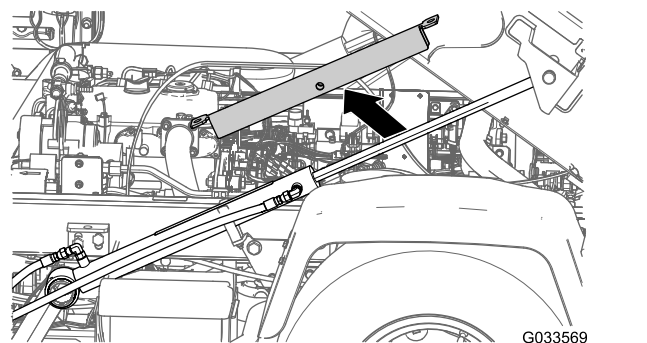
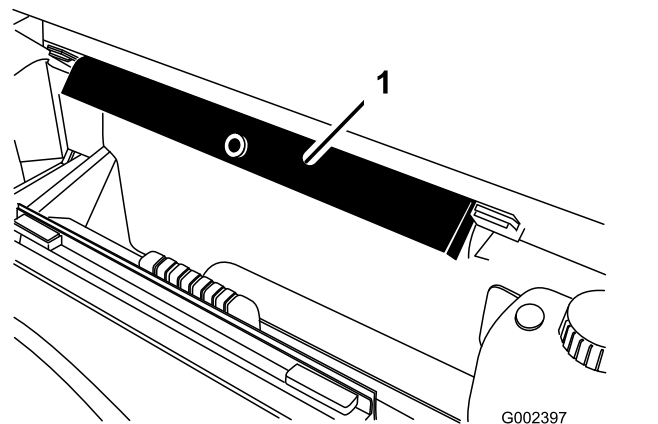

Figura 34
Figura 35
- Remova o apoio da plataforma do cilindro de elevação e guarde-o nos suportes de armazenamento na parte de trás do painel do ROPS (Figura 34 e Figura 35).